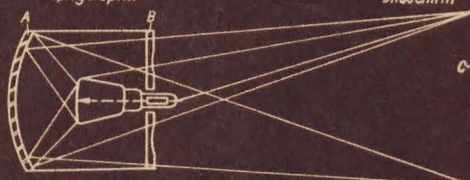

Abb. 3 Fernsehprojektion mit Spiegeloptik
Die Bildröhre wird hierbei im Gerät so aufgestellt, daß ihr Leuchtschirm der Projektionsfläche (dem Bildschirm) entgegengesetzt angeordnet ist (Abb. 3). Das Schirmbild der Bildröhre trifft zunächst auf einen großen Hohlspiegel (A), wird dort reflektiert und flutet dann an der Röhre und ihrer Aufhängung vorbei, durchsetzt noch eine schwachgekrümmte, große Schmidtsche Ausgleichlinse (B) und gelangt schließlich auf den Bildschirm (C). Zwar muß dieses ganze System auf Bruchteile eines Millimeters sehr sorgfältig justiert werden, es liefert aber einen größeren Lichtstrom, d. h. hellere Bilder als die Glasoptik. Nachteilig ist bei dieser Anordnung, daß man die Spiegeloptik nicht ohne weiteres verschiedenen Bildgrößen und Projektionsentfernungen anpassen kann. Außerdem muß die gegenüber einer Fernröhre ein kleineres Format besitzende Braunsche Röhre mit sehr hohen Spannungen bis zu 100 000 V betrieben werden. Solche hohen Spannungen sind allgemein nur bei Röntgenröhren üblich.